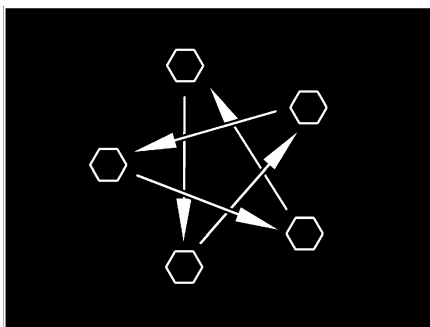

Fig. 263 Apretar las tuercas o los tornillos de las ruedas en forma de cruz
- Comprobar periódicamente que las tuercas o tornillos de las ruedas estén firmemente apretados. Reajustar en forma de cruz (Fig. 263) las tuercas o tornillos después de cambiar una rueda, al cabo de 50 km.
- ▷ Apretar en forma de cruz las tuercas o los tornillos de las ruedas (Fig. 263).